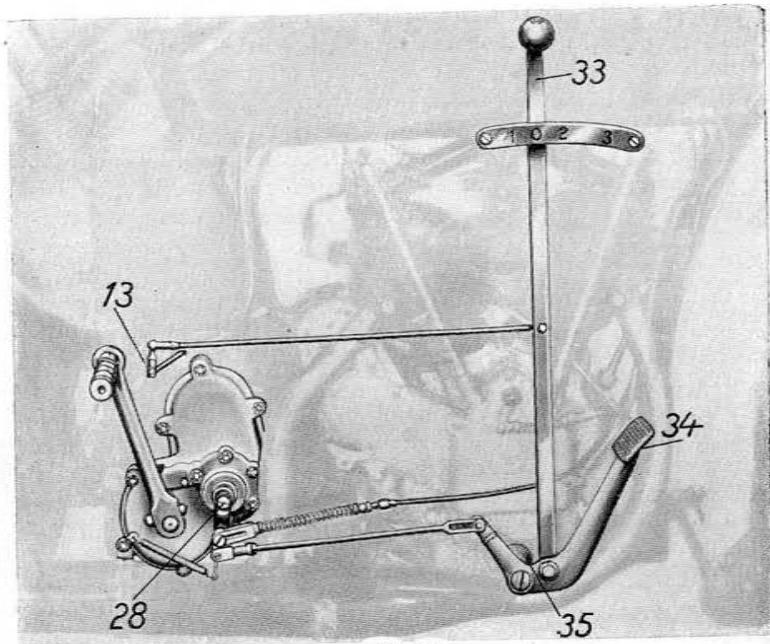
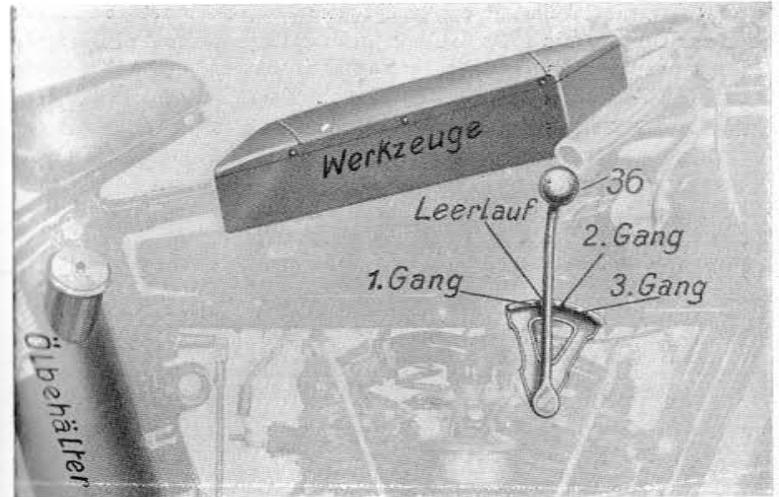

Abb. 22.
Abb. 24.
**Der Schaltvorgang** für die einzelnen Gänge wird durch eine Vor- oder Rückwärtsbewegung des auf der rechten Seite befindlichen langen Schalthebels (33) bewirkt, der mit dem am Motorgehäuse drehbar gelagerten Kupplungspedal (34) charnierartig gekuppelt und mittels eines Gestänges mit dem äußeren Getriebeschalthebel (13) verbunden ist (s. Abb. 22). Will man die einzelnen Gänge einschalten, so wird zunächst das Getriebe entkuppelt. Dies geschieht, indem man das Kupplungspedal (34) mit dem Fuß nach abwärts drückt. Dadurch wird der Schalthebel (33) nach unten gezogen und aus einer seiner jeweiligen Stellung entsichert. Jetzt erst kann der Schalthebel auf den gewünschten, am Segment bezeichneten, Gang oder auf Leerlauf geführt werden. Wird das durch eine Rückschlagfeder (35) belastete Kupplungspedal losgelassen, so geht gleichzeitig auch der Schalthebel wieder nach oben und sichert in einer Raste die gewählte Stellung. Die Verriegelung ist also zwangsläufig und verhindert, daß ohne vorherige Auskuppelung das Getriebe geschaltet werden kann. Bei den Sportmodellen findet eine zwangsläufige Verriegelung der einzelnen Gänge nicht statt. **Man hat also streng darauf zu achten, daß vor dem jedesmaligen Umschalten das Kupplungspedal niedergetreten, etwa eine Sekunde gewartet und erst dann der Schalthebel sicher in den anderen Gang geführt wird.** Wie aus den Abb. 24 und 25 ersichtlich ist, erfolgt die Schaltung durch keinen kurzen Knopfschalthebel (36), dessen Welle (37) achsial verschiebbar ist. Durch eine am Ende der Welle eingebaute Feder (38) wird der Schalthebel automatisch in die jeweilige Schaltraste hineingezogen. Eine besondere Markierung für verschiedene Gangarten ist auf dem Schaltsegment nicht vorgesehen, da die Schaltweise genau derjenigen bei den Tourenmodellen entspricht. Man schalte stets in der richtigen Reihenfolge, nämlich vom ersten auf den zweiten und von diesem auf den dritten Gang. Weitere Anleitungen siehe Seite 104.